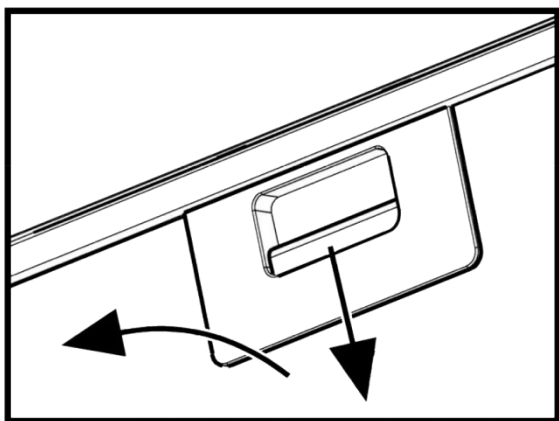

Рис.5
**8.7** Для зняття алюмінієвого фільтра (**рис.5**) слід натиснути на пружинну засувку на фільтрі і, потягнувши на себе і вниз, витягнути з ніші корпусу витяжки. Установка фільтра виконується в зворотньому порядку. **Увага! Не встановлюйте фільтр після миття до його повного висихання.**